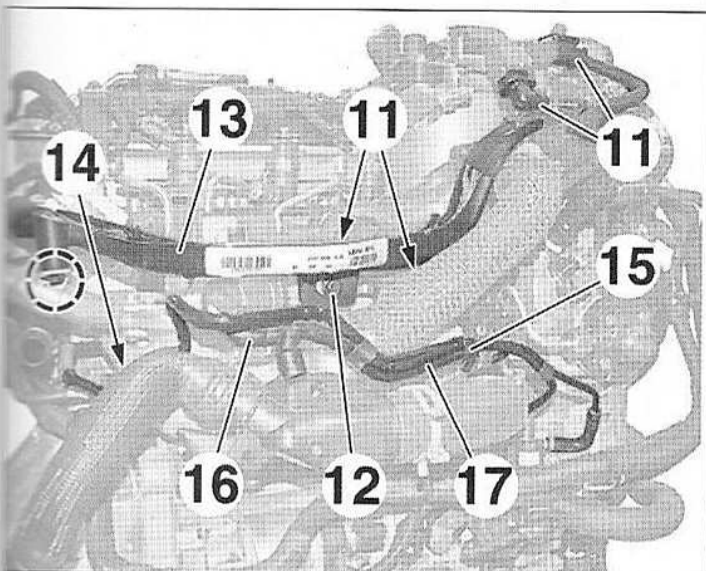

FIG.119
- Débrancher les connecteurs (11) (Fig.119).
- Déposer la vis (12).
- Dégrafer puis écarter le guide (13) du faisceau électrique.
- la vis (14),
- l'agrafe (15).
- Débrancher le raccord (16).
- Écarter les canalisations (17) du circuit de dépression.